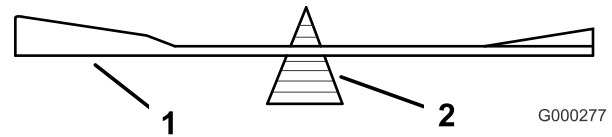

Bild 67
2. Überprüfen Sie die Auswuchtung des Schnittmessers auf einer Ausgleichsmaschine (Bild 67). Wenn das